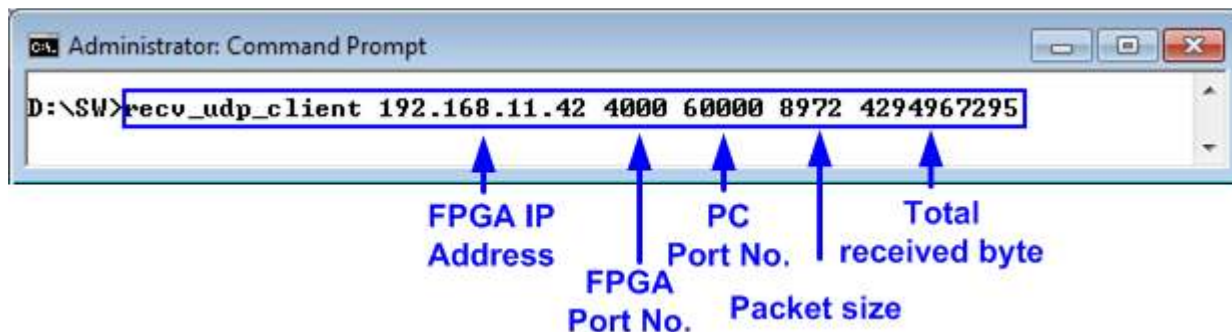

図 4-8: ジャンボ・フレームでの"recv\_udp\_client"コマンドライン
- PC 側の DOS 窓を開き、“recv\_udp\_client”テスト・アプリケーションを図 4-8 の引数で実行します。各引数のパラメータはパケット・サイズが 1472 から 8972 に変更された箇所以外は同一です。